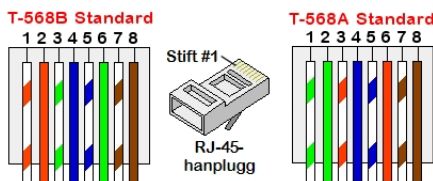

Bild 15: Standardmässig kabeldragning
- c. För in de åtta trådarna i en RJ45-kontakt såsom det beskrivs i *Bild 15*.
7. För brytarens/routers sida, använd en förpressad kabel eller använd ett pressverktyg för att förbereda en RJ45-kommunikationskontakt: För in de åtta trådarna i RJ45-kontakten på samma sätt som ovan (*Bild 15*).